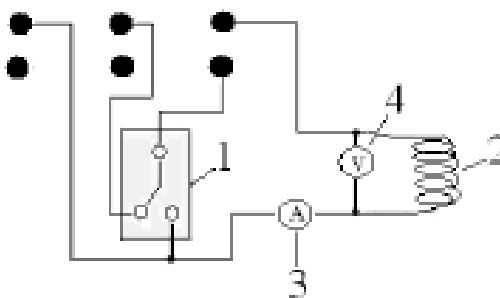

Рис. 2. Электрическая схема включения измерительного прибора: 1 – ключ; 2 – электрический нагреватель; 3 – амперметр; 4 – вольтметр
Электрическая схема включения измерительного прибора, вольтметра, амперметра и нагревателя показана на рис. 2.
1.2. Подсоединить провода для измерения тока и напряжения к измерительному прибору, амперметру и вольтметру по схеме, представленной на рис. 2. Измерительный прибор должен показывать четыре значащие цифры отсчёта времени в секундах. Для этого на приборе (8) должны быть установлены (красная подсветка) диапазоны: Display – "s", Function – "Timer", Trigger – " $\square \square \square$ " (третья шкала сверху).
2.2. Подсоедините провода для измерения тока и напряжения к измерительному прибору, амперметру и вольтметру по схеме, представленной на рис. 2. Измерительный прибор должен показывать четыре значащие цифры отсчёта времени в секундах. Для этого на приборе (8) должны быть установлены (красная подсветка) диапазоны: Display – "s", Function – "Timer", Trigger – "┌┐" (третий сверху шкалы).